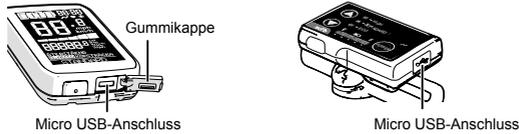

Abb. 1
- 1) Öffnen Sie die Abdeckung des Micro USB-Anschlusses an der Anzeigeeinheit des Bediengeräts LCD-Typ oder des Bediengeräts LED-Typ. (Abb. 1)